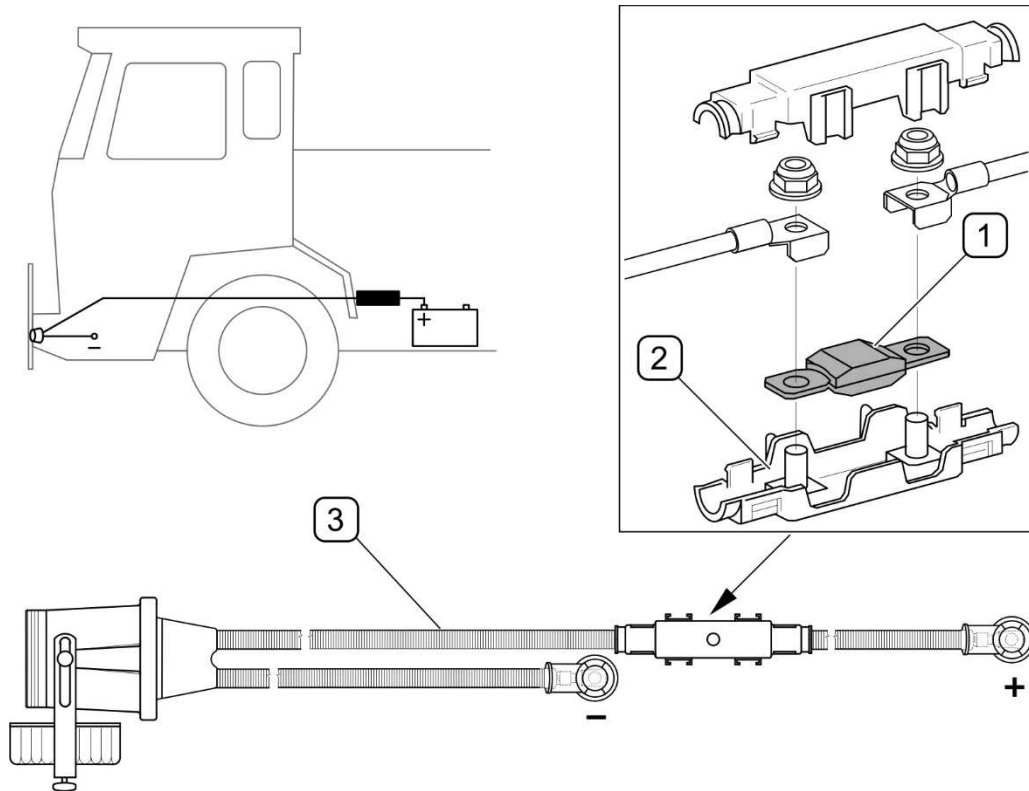

FIGURE 5.7 Fusible de l'installation électrique du porteur
(1) - fusible 150A MEGAVAL; (2) - boîtier du fusible; (3) - faisceau d'alimentation avec une prise de courant à intensité élevée
Dans les chasse-neige à commande électro-hydraulique équipés d'un faisceau d'alimentation 220N-70020000 fabriqués par PRONAR, un fusible (1) MEGAVAL 150A supplémentaire est situé dans le boîtier (2) sur le câble d'alimentation « + » (FIGURE 5.7).